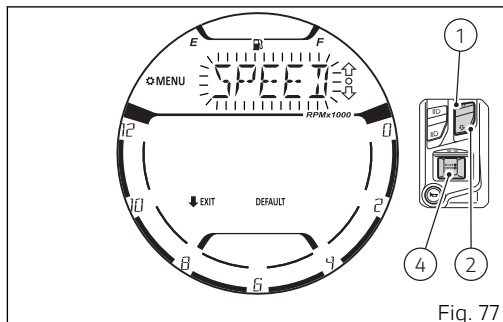

Fig. 77
Mediante los pulsadores (1) y (2) seleccionar el valor parpadeante "SPEED" (Fig. 77) y presionar el pulsador (4).
En alternativa con los pulsadores (1) y (2) es posible seleccionar la unidad de medida deseada haciéndola parpadear. Presionar el pulsador (4) para confirmar. Luego el display vuelve a visualizar la inscripción "SPEED" parpadeante (Fig. 77).
Luego el display vuelve a visualizar la inscripción "SPEED" parpadeante (Fig. 77).